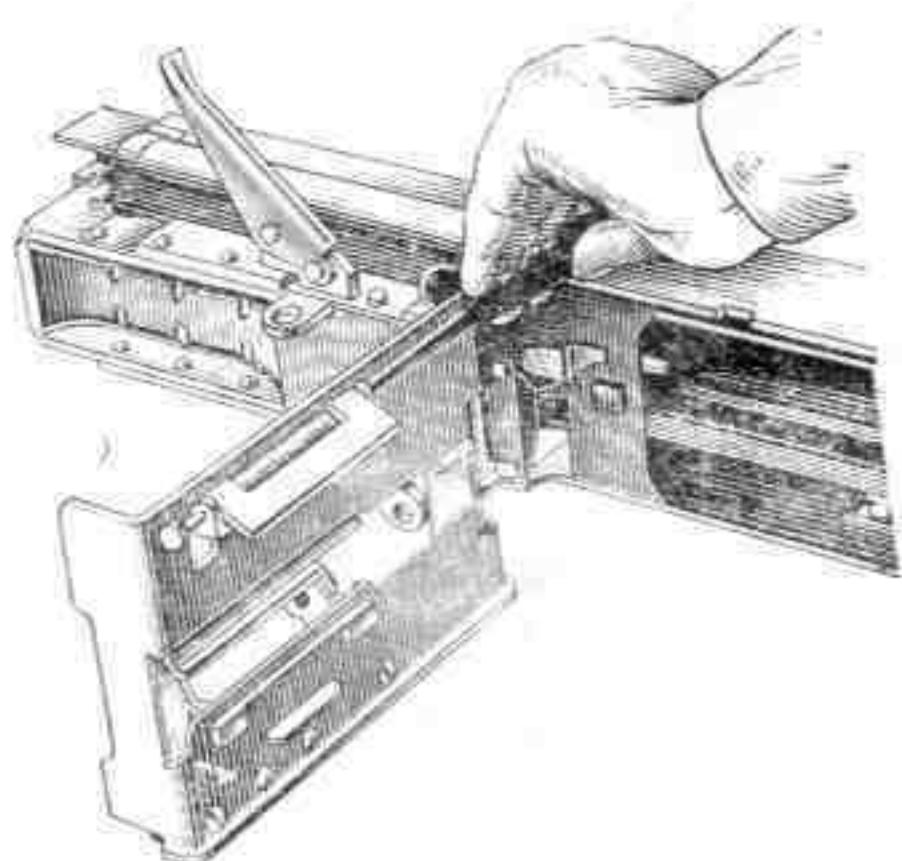

Рис. 18. Отделение оси фиксирующих пальцев
**5) Отделить от основания приемника фиксирующие пальцы с пружиной.** Выбить выколоткой ось (рис. 18) и отделить фиксирующие пальцы с пружиной.